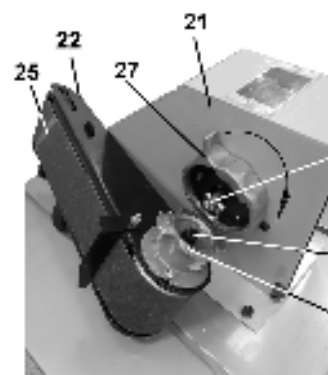

Рис. 11
10.6. Установите и закрепите резьбовыми соединениями держатель подручника (31), подручник (32) и заднюю бабку (35). На шпиндель (44) накрутите центр передней бабки (58).
11. УСТАНОВКА ЛЕНТОЧНО-ШЛИФОВАЛЬНОГО УЗЛА, Рис. 11, 12
11.2. Кольцо быстрого съёма соединения (27) переведите в крайнее правое положение, Рис.11, верхнее. Продвигая шлифовальную ленту (25), совместите паз втулочной муфты (64) с пальцем (63). Узел ленточно-шлифовальный (22), удерживая в горизонтальном положении, совмещая лепестки (65) с прорезями кольца (27) и паз втулочной муфты (64) с пальцем (63) введите в зацепление. Удерживая ленточно-шлифовальный узел (22) поверните кольцо (27) влево до крайнего положения (по стрелке, рис.11, нижний).